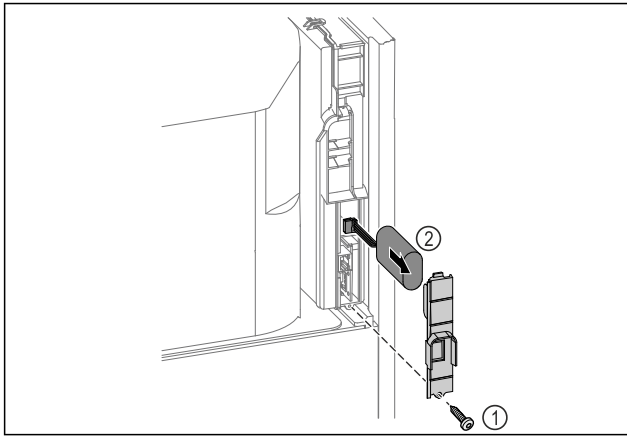

Fig. 259
- ▶ Skruva loss skruven och ta bort skyddet på baksidan av skåpet Fig. 259 (1).
- ▶ Lossa batteriet och ta ut det Fig. 259 (2).